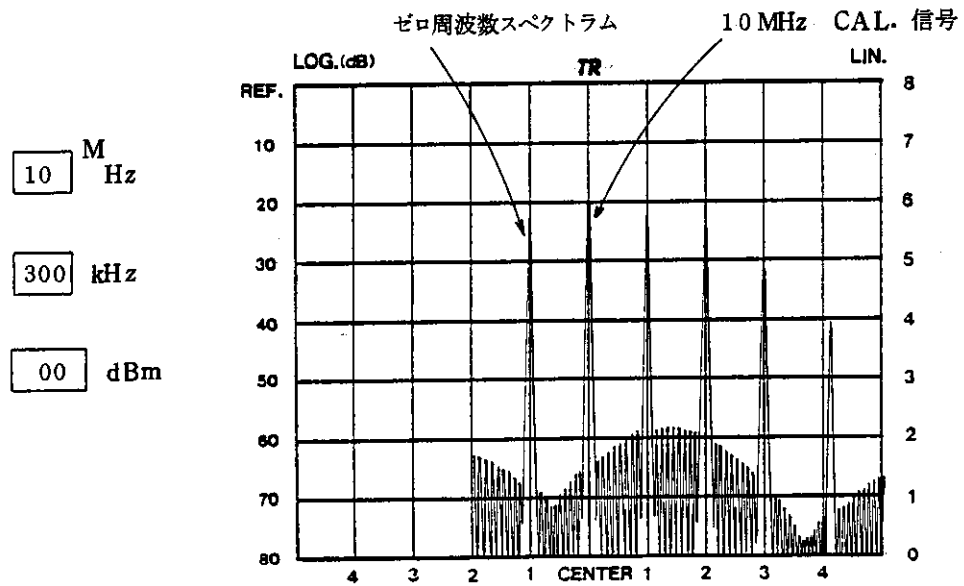

図3-5 10MHz CAL. 信号スペクトラム
- (4) **TUNING** つまみを時計方向にまわし、10MHz スペクトラムを、**CENTER** 目盛に合わせます。(図3-5参照)